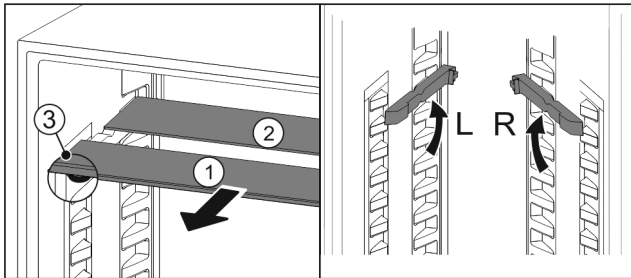

Fig. 18
- ▶ Glasplaten afzonderlijk vanaf de voorkant eruit trekken Fig. 18 (1).
- ▷ Glasplaat Fig. 18 (1) met sierlijst ligt voor.
- ▷ Stops Fig. 18 (3) zijn naar onder gericht.